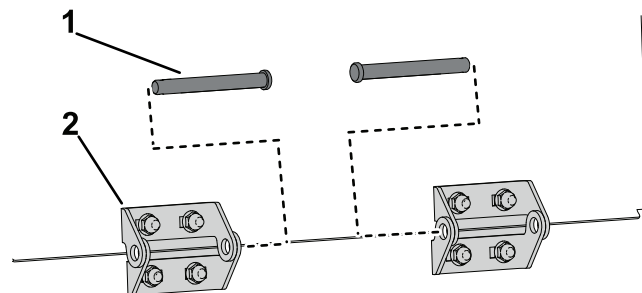
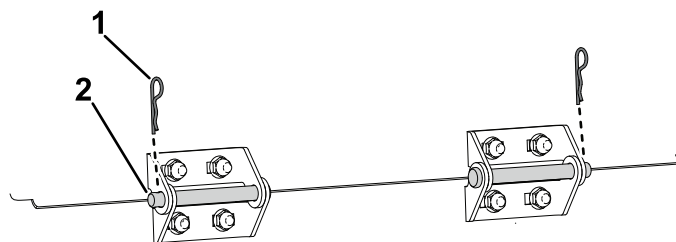

Figure 8
Figure 9
- Installez la trappe de la trémie sur la machine en reliant les 2 côtés de la charnière avec l'axe d'articulation, comme montré à la Figure 8 et la Figure 9.